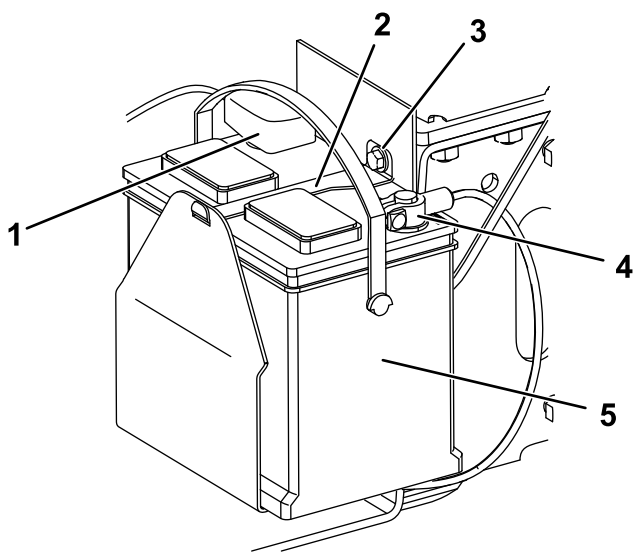

Рисунок 38
5. Снимите болт, шайбу и планку крепления аккумулятора (Рисунок 38).
6. Отсоедините отрицательный (черный) кабель от штыря аккумулятора (Рисунок 38). Сохраните крепежные детали.
8. Отсоедините положительный (красный) кабель от штыря аккумулятора (Рисунок 38). Сохраните крепежные детали.
1. Используя ранее снятые крепежные детали, подсоедините положительный (красный) кабель к положительному (+) штырю аккумулятора (Рисунок 38).
3. Используя ранее снятые крепежные детали, подсоедините отрицательный (черный) кабель к отрицательному (-) штырю аккумулятора (Рисунок 38).
4. Прикрепите аккумулятор, используя планку, болт и шайбу (Рисунок 38).